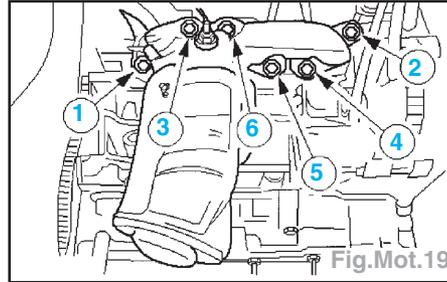

Fig.Mot.19
- Déposer dans l'ordre indiqué les écrous de fixation de collecteur d'échappement côté droit (Fig.Mot.19).